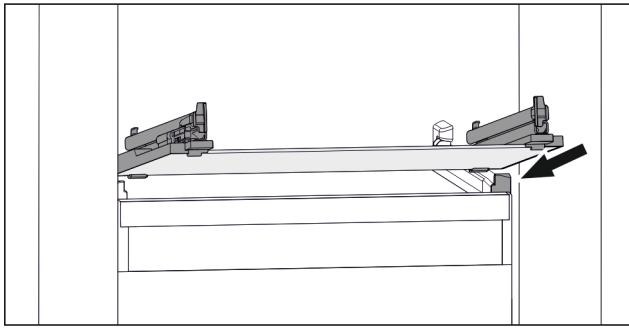

Fig. 132 Representación de la placa de vidrio a modo de ejemplo
- Coloque la placa de vidrio inclinada detrás de los topes. (consulte Fig. 132)